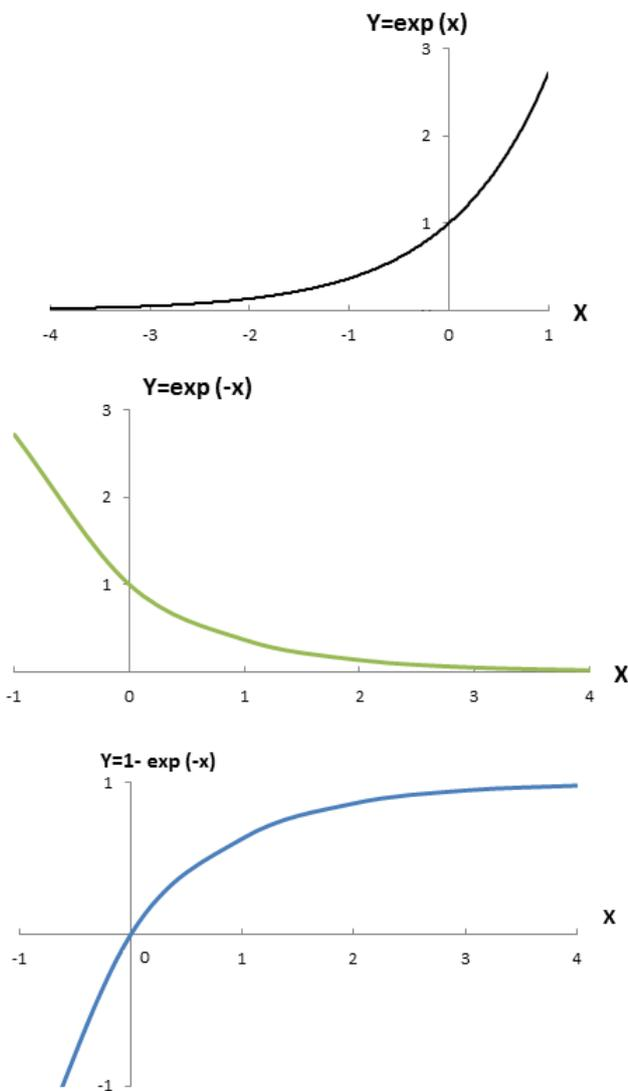
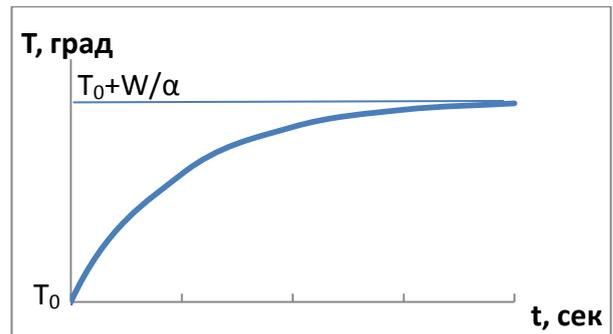

Рис.12. Графическое представление некоторых экспоненциальных зависимостей.
Рис.13. График зависимости температуры нагреваемого образца от времени с учетом теплообмена (23).
Для того, чтобы проанализировать это решение, надо вспомнить как выглядит график зависимости  $Y(X) = 1 - \exp(-X)$  (см. рис. 12). С учетом коэффициентов формулы (23), на рис. 13 представлен график зависимости изменения температуры от времени при нагревании, например, воды, с учетом потерь тепла в окружающую среду за счет теплообмена. Если у нас маломощный нагреватель, вода никогда и не закипит: ее температура установится